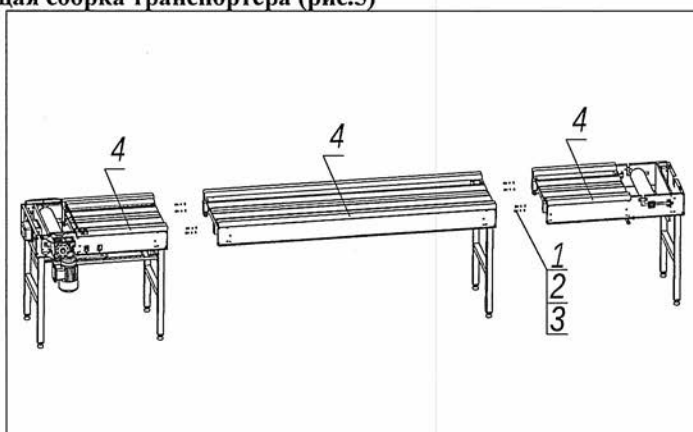

Рис.5
5.1. Общая сборка транспортёра (рис.5)